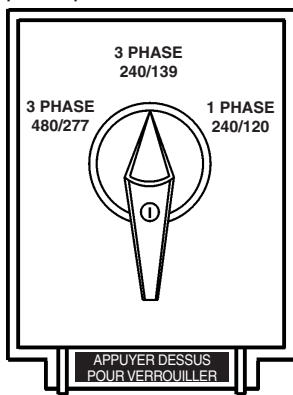

Figure 14. Commutateur de sélection de tension
Une large gamme de tensions sont disponibles pour fournir une tension d'alimentation pour une variété d'applications. Les tensions sont sélectionnées en utilisant le **commutateur de sélection de tension** (Figure 14). Pour obtenir certaines des tensions qui sont énumérées dans le tableau 7 (voir ci-dessous), un réglage fin est nécessaire utilisant le **bouton de commande du régulateur de tension (VR)** situé sur le panneau de contrôle.
Le commutateur de sélection de tension (Figure 14) est situé au-dessus du panneau de connexion fixe du panneau de bornes de sortie. Il a été prévu pour faciliter la sélection de la tension.